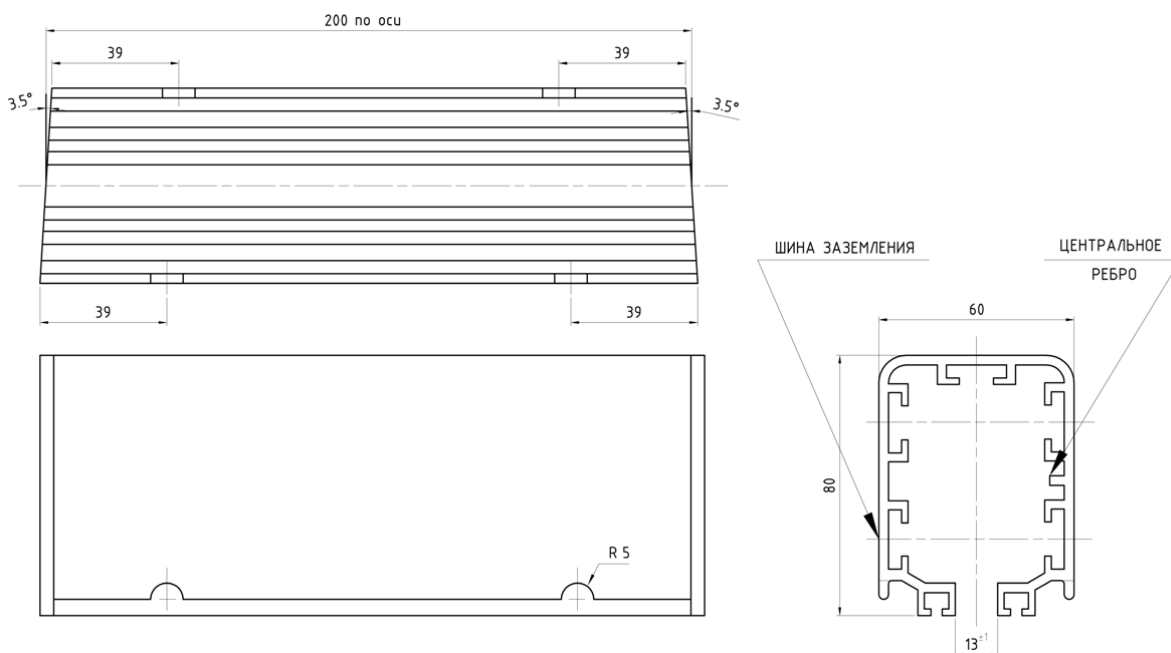

Рисунок 24 – Общий вид стандартного элемента для кривых.
3.23. Характеристика элемента для внутренней дуги (поворот направо) (см. рис.24):